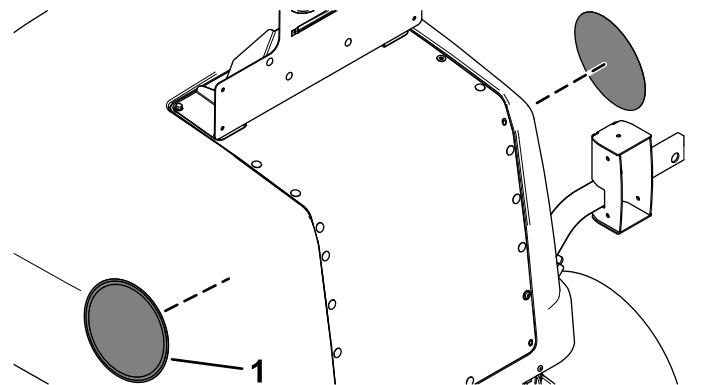

Figure 27
15. Apposez les autocollants de vitesse de chaque côté du capot (Figure 27).